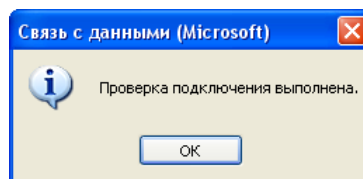

Рис. 7.5—5. Успешная проверка подключения к базе данных
5.3.6. Для завершения подключения внешней базы данных Oracle нажать «ОК» (см. Рис. 7.5—4, 6).